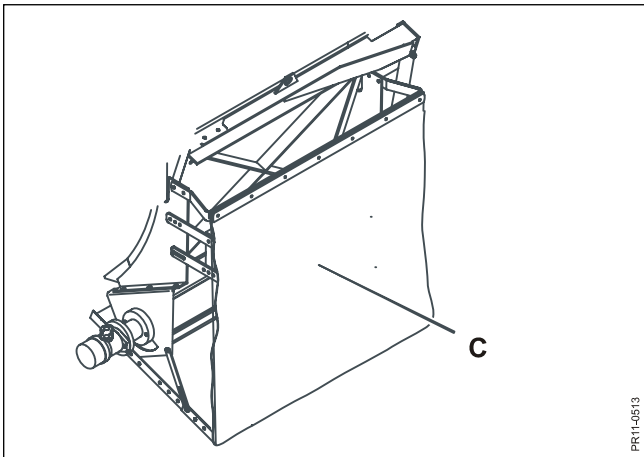

Fig. 5.7
Рис. 5.7 Резиновый фартук (C) должен быть **всегда** опущен во время кормления когда коровы находятся рядом. Он также ограничивает раздачу так, чтобы корма не пролетали дальше чем это необходимо.